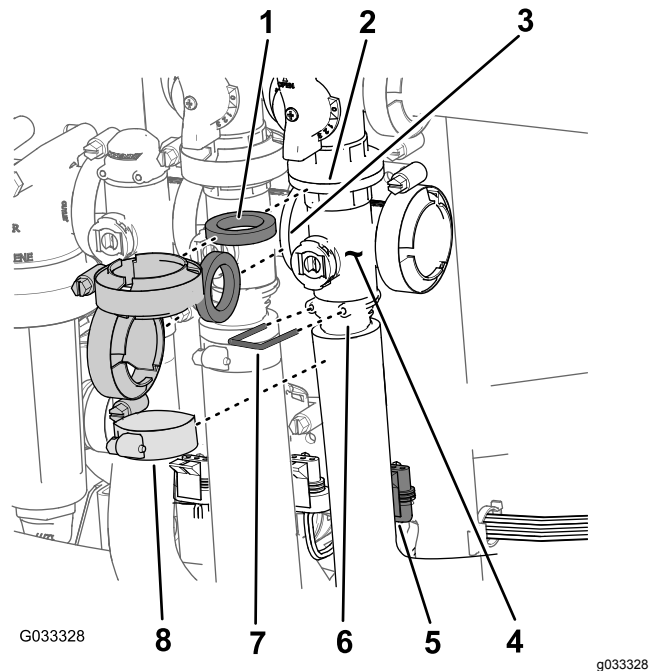

Bild 66
- Entfernen Sie die Klemmen und Dichtungen, mit denen der Verteiler für das Hauptauslegerventil (**Bild 66**) am Sicherheitsventil des Hauptauslegers, am Rührwerkventil und am Verteilerventil des Hauptauslegers (am Ende des Schlauchs für das Durchflussmessgerät) befestigt ist.
- Entfernen Sie den Halter, mit dem das Auslaufanschlussstück am Verteiler für das Hauptauslegerventil befestigt ist (**Bild 66**).